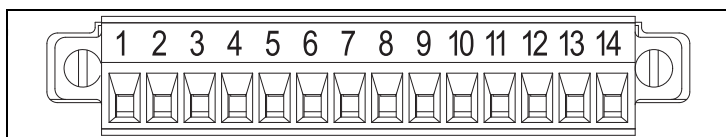

Рис. 9: Назначение/идентификация контактов на разъеме для аксессуаров
1. При установке комплекта аксессуаров для распределительной коробки автомобильного комплекта МТР6000 обратите внимание на назначения контактов и нумерацию на разъеме для аксессуаров (см. Рис. 9 и Табл. 1 ниже).